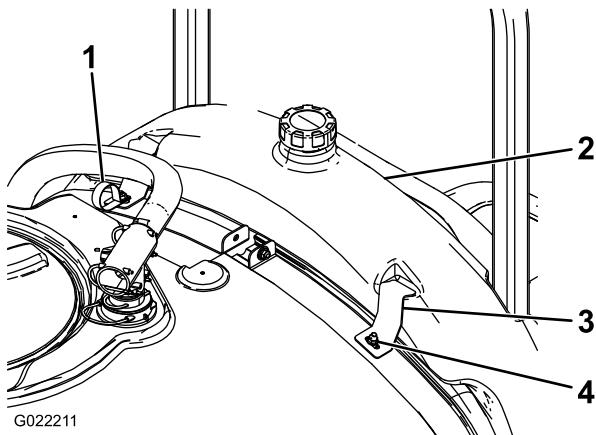

Bild 3
2. Bauen Sie den Spülbehälter ein, wie in Bild 3 abgebildet.
3. Befestigen Sie die Spülbehälterhalterungen und die R-Klemme mit zwei großen Scheiben und Bundmuttern an den vorher eingesetzten Schlossschrauben (Bild 3).